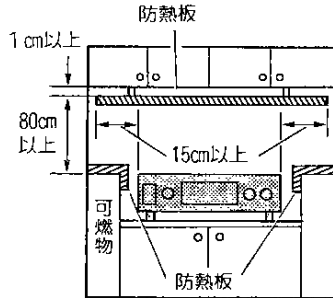

図2
- 可燃性の壁から15cm以上(天井面は100cm以上)離せない場合(図1、図2)
- 調理台・流し台の上面が可燃性で、器具のトッププレートとほぼ同じ高さの場合(図2)